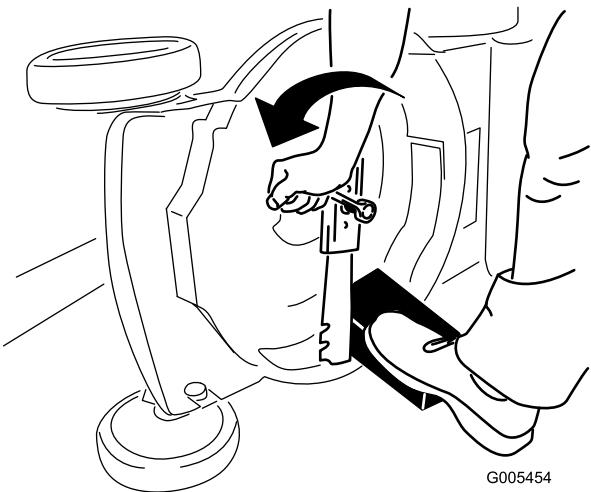

Figura 26
- Utilice un bloque de madera para inmovilizar la cuchilla (Figura 26).
- Retire la cuchilla, conservando todos los herrajes de montaje (Figura 26).